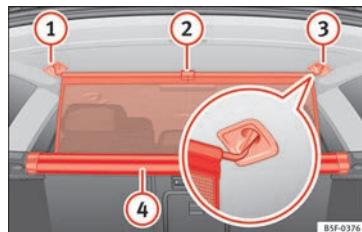

Abb. 167 Im Kofferraum: Trennwandnetz einhaken.
- Ziehen Sie die Lasche » Abb. 167 ② nach oben, um das Netz aus dem Einsatz ④ zu nehmen.
- Hängen Sie die Netztrennwand an der rechten Seite ③ (vergrößerte Darstellung) ein.
- Hängen Sie die Netztrennwand an der Aufnahme der linken Seite ① ein, indem Sie an der Stange ziehen.